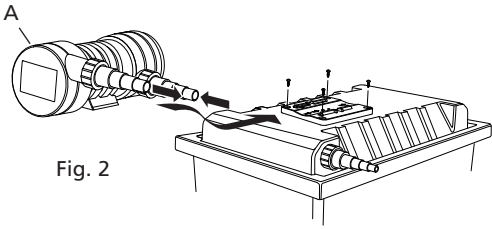

Fig. 2
- 3.3 Aby zamontować urządzenie należy wpiern wysunąć podstawę z korpusu promiennika. Przy pomocy 4 odpowiednich wkrętów mocujących przysrubować podstawę do powierzchni montażowej (patrz rys. 2). Nasunąć ponownie korpus na podstawę.
Oba końce urządzenia dają się łatwo obracać, co ułatwia podłączenie wody. Wylot (A) powinien znajdować się na górze, aby zapobiec gromadzeniu się powietrza wewnątrz urządzenia (patrz rys. 2 i 3).